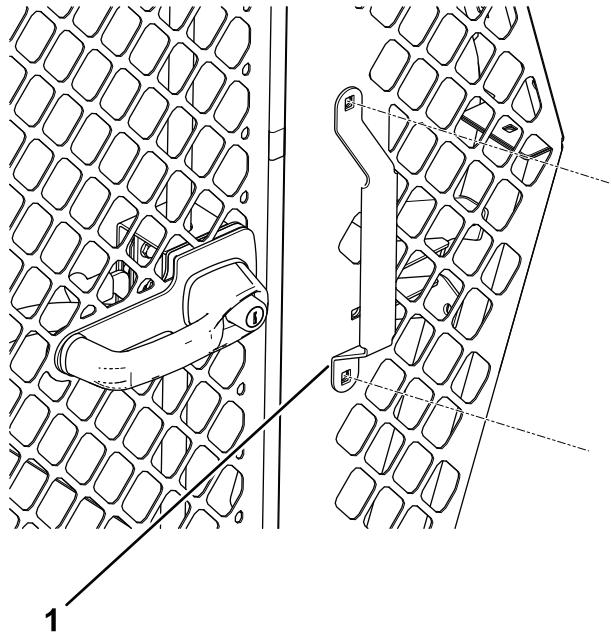

Figure 7
10. Avec des boulons à tête ronde (5/16" x $\frac{3}{4}$ ") et des écrous à embase (5/16"), fixez la poignée de maintien sur le panneau latéral gauche (Figure 7).